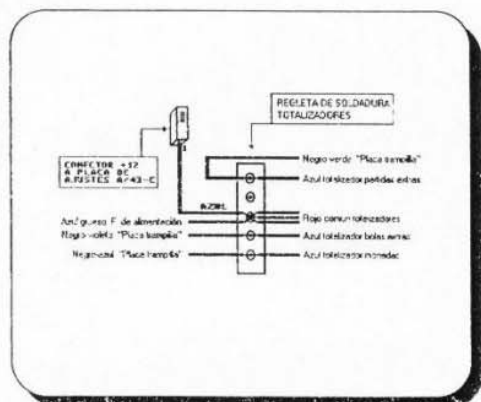
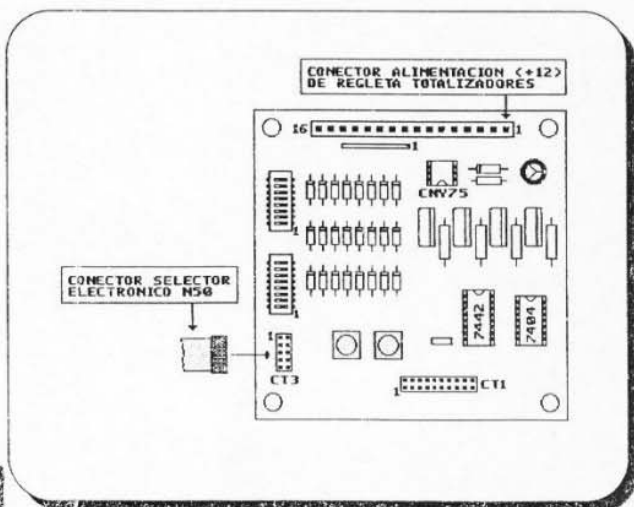

Figura 3
Figura 4
- Al conectar la nueva placa de Ajustes A/43-C fijese que el pin 1 del conector de esta placa debe quedar libre para conectar posteriormente el conector de alimentación de +12 suministrado en el kit (ver figura 3).
- Desmonte la chapa de protección de la regleta de totalizadores y suelde el cable azul suministrado en el kit al terminal donde esta soldado el cable azul que llega de la Fuente de Alimentación a esta regleta (ver figura 3). Una vez soldado lleve este por la manguera hasta la placa de ajustes A/43-C y conéctelo al pin 1 (ver figura 4).
- Sujete la cinta plana a las grapas adhesivas siguiendo el recorrido que muestran las figuras 1 y 2 , conectandola finalmente a la placa de ajustes A/43-C (ver figura 4).